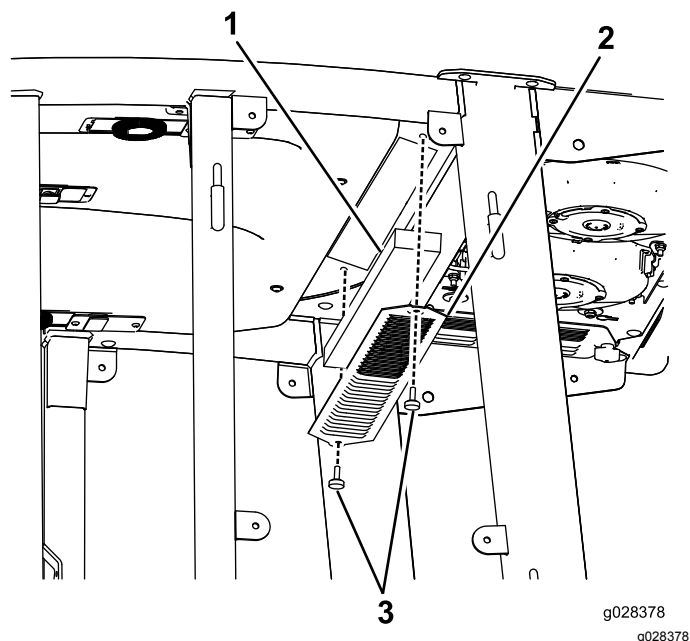
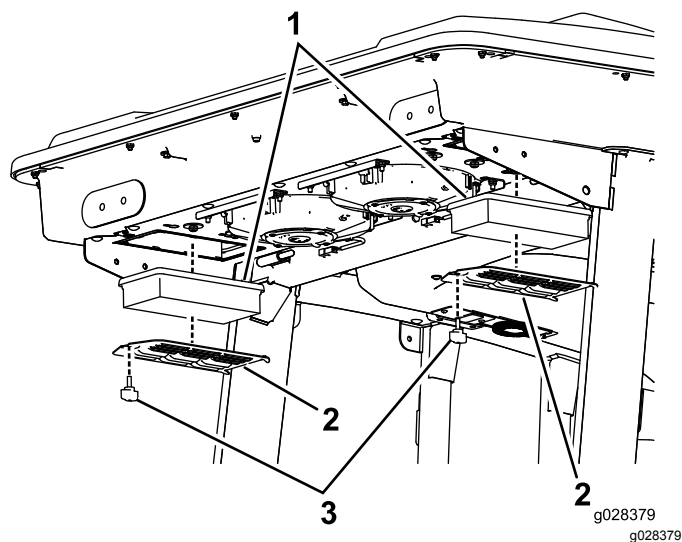
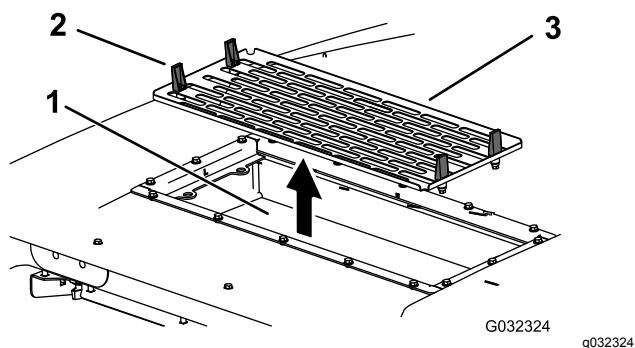

Рисунок 115
Рисунок 116
**Рисунок 117**
1. Выверните винты и снимите решетки у салонного и заднего воздушных фильтров кабины (Рисунок 115 и Рисунок 116).
5. Снимите воздушные фильтры (см. Рисунок 116).
7. Установите воздушные фильтры, сетку и вентилятор в сборе (Рисунок 116, Рисунок 117 и Рисунок 118).
8. Подсоедините провод к каждому вентилятору (Рисунок 117).